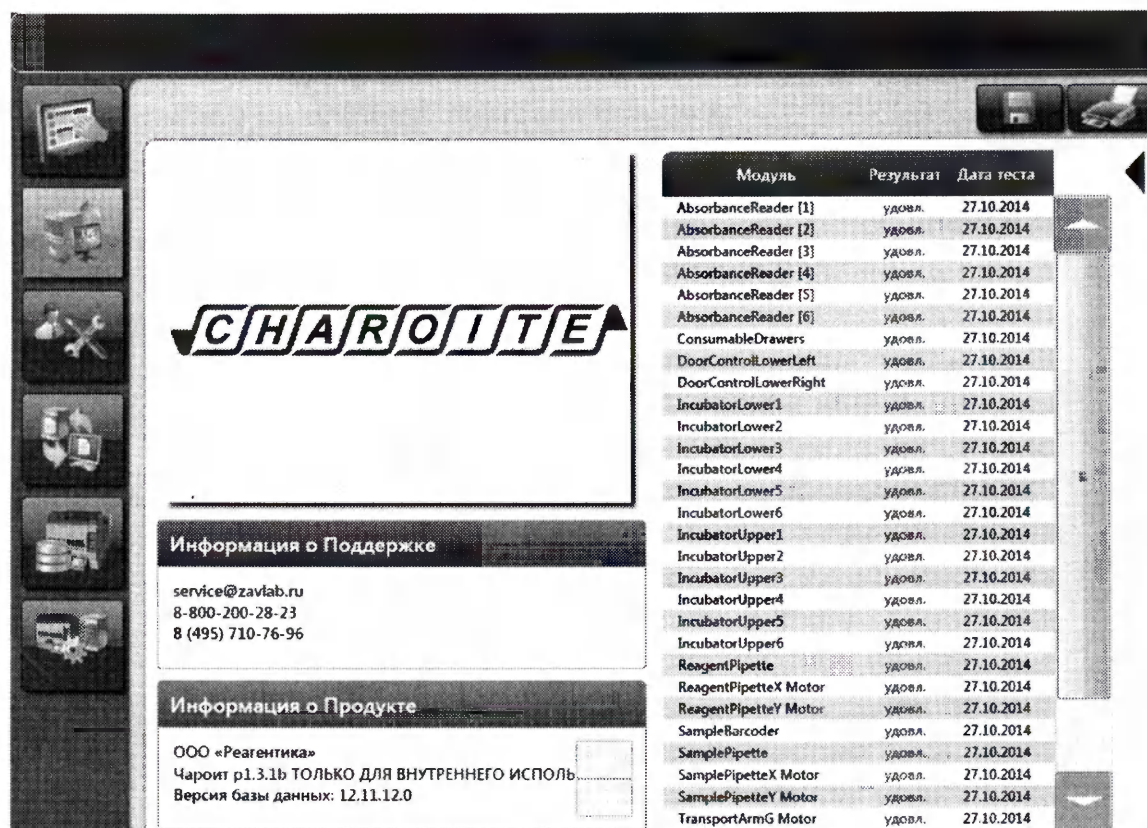

Рисунок 4-2: Главное меню
- Эта кнопка позволяет перейти к стандартному режиму работы через Главное меню (Рисунок 4-2).
При выведении *Главного меню* (Рисунок 4-2) автоматически запускаются тесты самотестирования. Результаты этих тестов, а также некоторая дополнительная справочная информация, выводятся в окне. Во время самотестирования в окне появляется надпись «Инициализация».